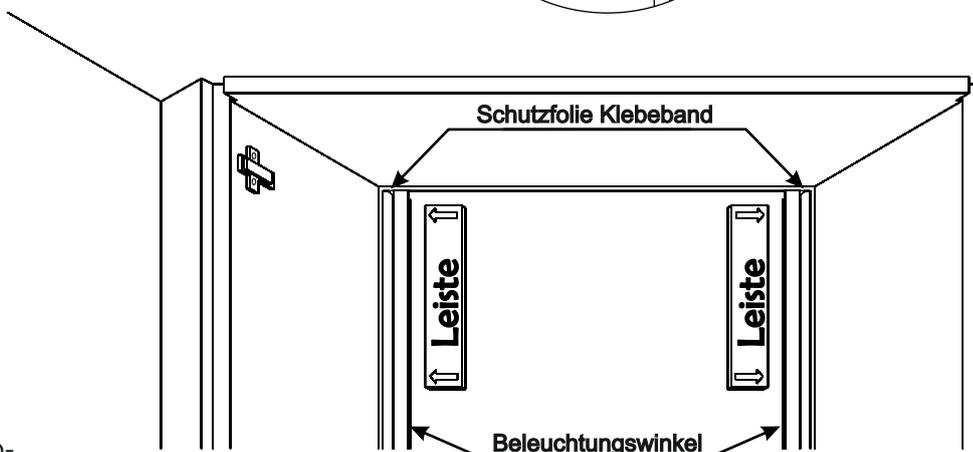

Abb. 2
3. Entfernen Sie die Schutzfolie des Klebestreifens von der Leuchte und drücken den Winkel an die Seite. Um einen gleichmäßigen Abstand zur Rückwand zu gewährleisten, verwenden Sie die mitgelieferte Montageleiste als Distanz. (Abb. 2 & 3)
- Der Ein- / Ausschalter wird zwischen dem Vorschaltgerät und dem Sechsfach - Verteiler angeschlossen. Dazu trennen Sie zuerst den Verteiler vom Vorschaltgerät. (Abb. 2)